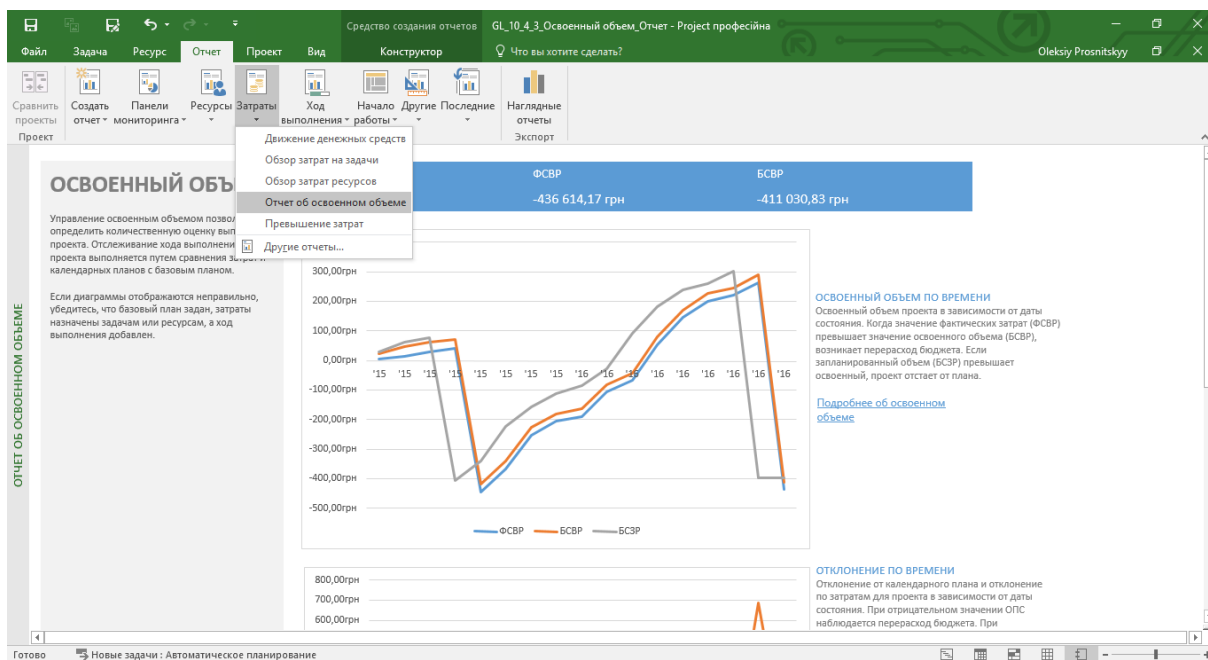

Рисунок 10.64 – Встроенный отчет для анализа ОО
1. Встроенного отчета об освоенных объемах (см. ниже рисунок 10.64).